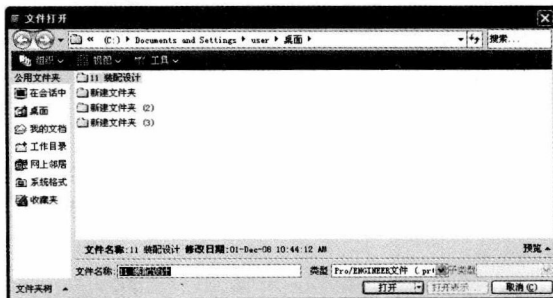

图 1-16 “文件打开”对话框
在 Pro/E 主窗口中，打开文件的方法有两种：①从“文件”菜单中选择“打开”命令；②在工具栏中单击“打开”按钮。两种方法都能弹出如图 1-16 所示的“文件打开”对话框，从中选择需要打开的零件、组件或工程图等，然后单击“打开”按钮即可。